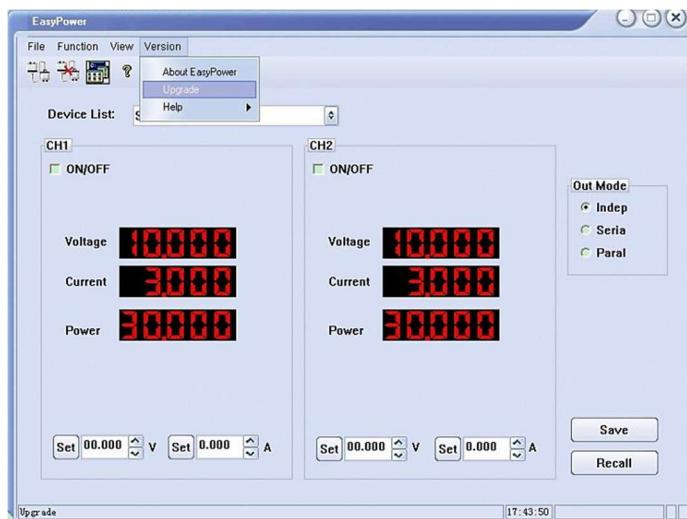

図 1
2. バージョンメニューの「アップグレード」オプションをクリックし、USB ファームウェアアップグレード画面に入ります。図 1 に示す通り：